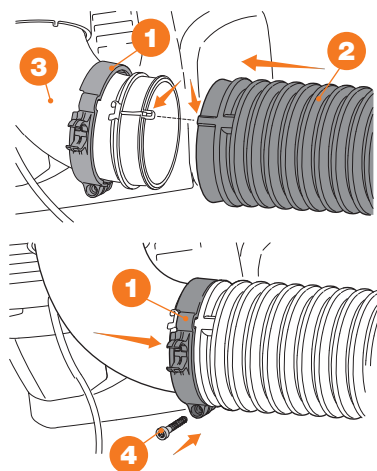

Рис. 1
- Наденьте зажим (с держателем для троса дроссельной заслонки) **1** на угловую часть трубы выдувания **3** (рис. 1).